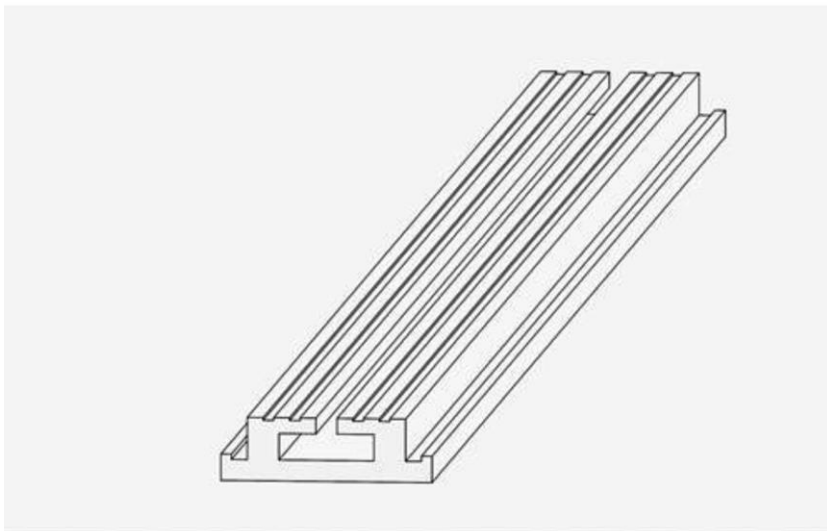

Fig. 8
- fig. 8 przedstawia w widoku perspektywnym listwę sufitową w formie otwartego prostopadłościanu z bocznymi kształtowymi występami i rowkami na górnej powierzchni.
W odmianie przedstawionej na fig. 8 listwa sufitowa ma postać wydłużonego prostopadłościanu otwartego od góry z występami na naprzeciwległych bokach na całych ich długościach. W widoku z krótszego boku listwa ma kształt zbliżony do ceownika z bocznymi występami w kształcie litery L każdy. Na górnej powierzchni listwa posiada wzdłużne rowki usytuowane równolegle do dłuższych krawędzi prostopadłościennego profilu.